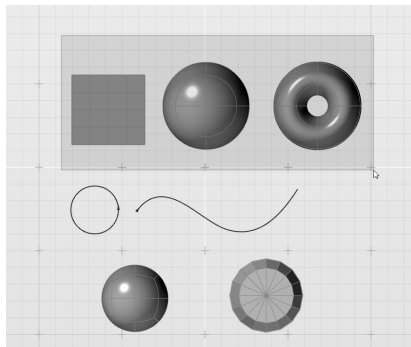

图 2-52 框选曲面对象
2) 在顶视图中, 按住鼠标左键并拖动, 框选第 1 排的所有曲面对象, 可实现多选, 如图 2-52 所示。